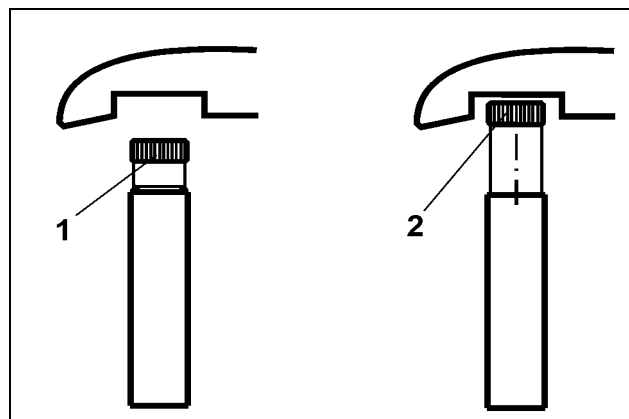

Fig. 60
- Dans la position "**Roue distributrice embrayée**", la molette d'accouplement (Fig. 60/1) est vissée jusqu'en butée.
- Dans la position "**Roue distributrice débrayée**", la molette d'accouplement (Fig. 60/1) est dévissée jusqu'en butée (Fig. 60/2).